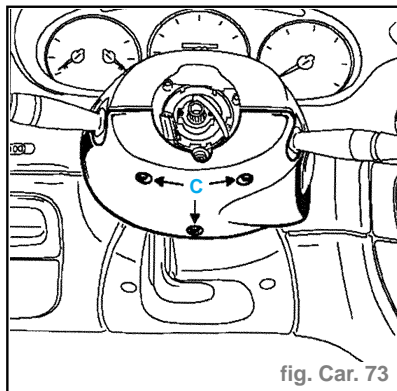

fig. Car. 73
- la demi-coquille sous le volant par les trois vis (C), (fig. Car. 73)